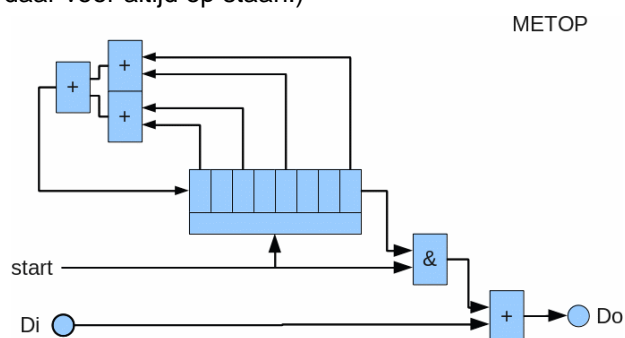

Fig. 7. (de)randomiseren van de datareeks.
De overige 1020 bytes moeten nog een bewerking ondergaan; aan de zendkant zijn deze bytes nl. "random" gemaakt. Zie fig. 7. Deze schakeling bestaat uit een zgn. pseudo-random generator. Het bestaat uit een 8-bits schuifregister waarvan een aantal bits via een exor-boom zijn teruggekoppeld.
*Fig 7 Bandkabel die de printen van de UV916, QPSK-demodulator en de displayprint doorverbindt. Let op de onderbreking in de bandkabel waar het middenfrequent overheen loopt. De twee connectoren die dichtbij elkaar zitten verbinden de UV916 en de demodulator. Het lange stuk gaat naar de displayprint.*